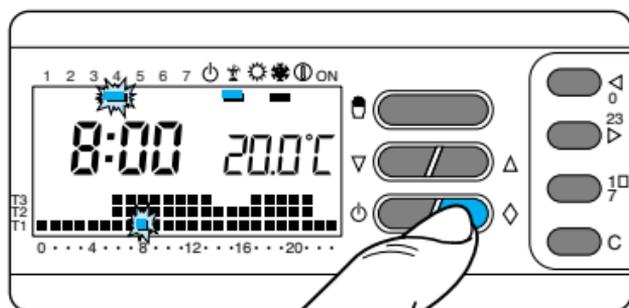

Fig. 48
9.8 -Premere il pulsante \diamond (fig. 48).